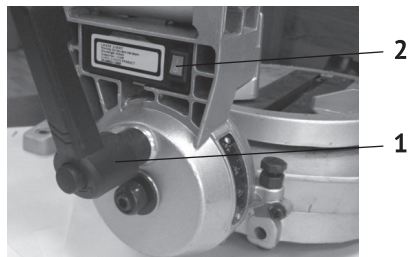

рис.7
-для установки угла наклона необходимо ослабить фиксирующую рукоятку (рис.7 поз.1), установить необходимый угол распила и надежно затянуть фиксирующую рукоятку .
- включение лазерной индикации линии реза производится нажатием на выключатель (рис.7 поз.2).